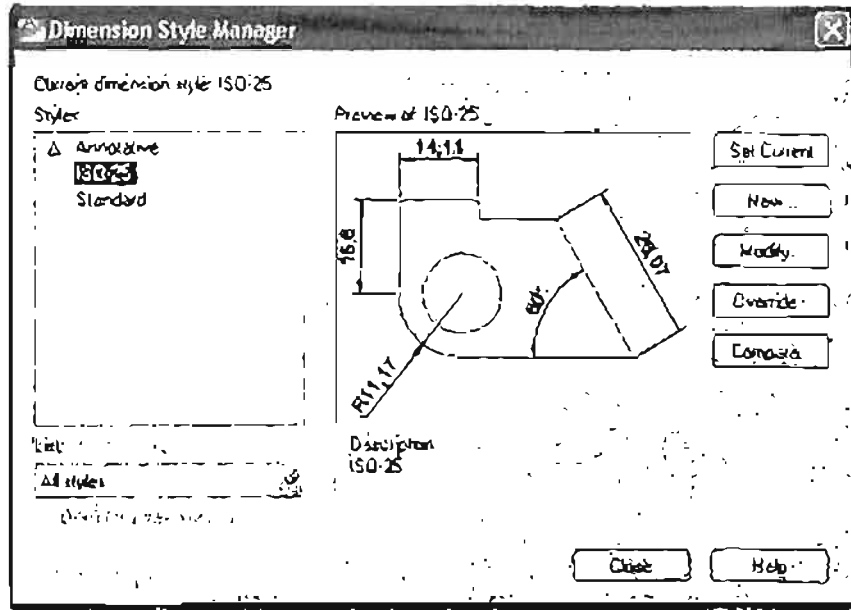

Рис. 3.12. Диалоговое окно Dimension Style Manager диспетчер размерных стилей
1. Щелкните мышью на кнопке  Dimension style manager (Диспетчер размерного стиля), панели инструментов styles (Стили). Появится диалоговое окно Dimension Style manager (Диспетчер размерных стилей) (рис. 3.12). Это окно можно вызвать из меню Format/Dimension Style.